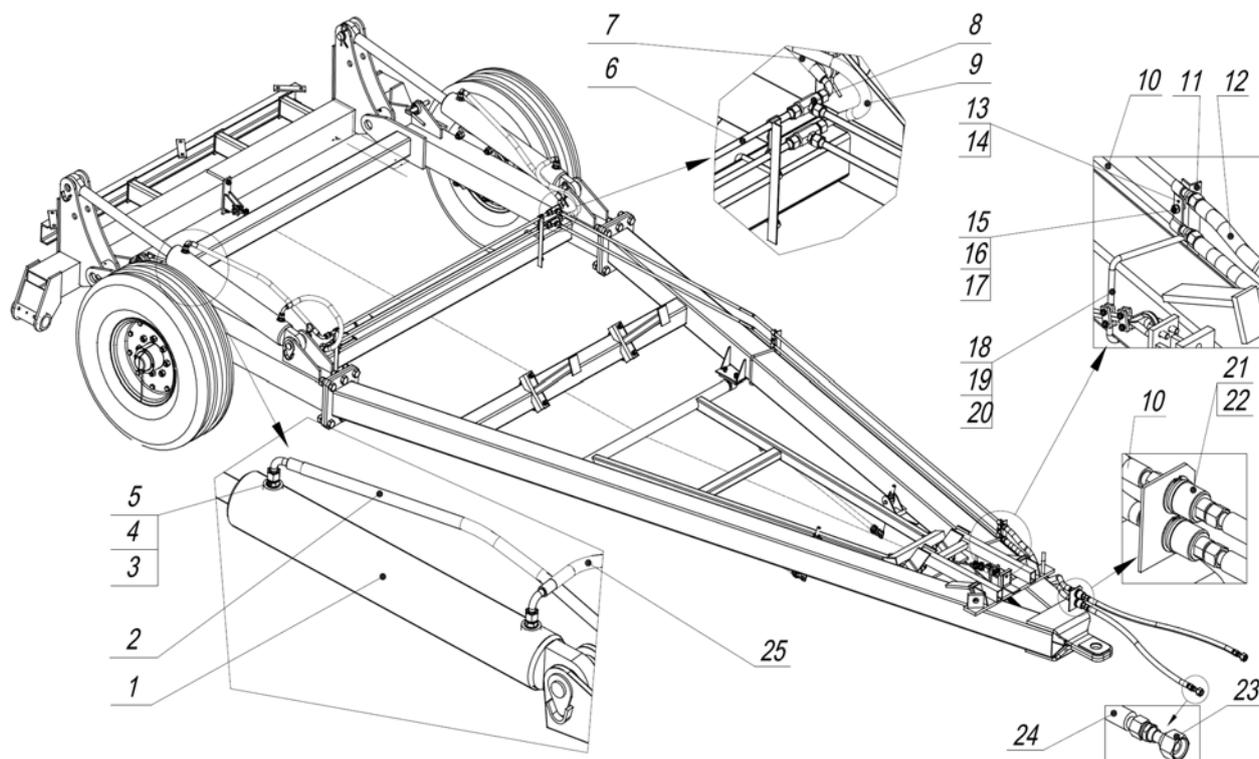

Рис.11 Гидросистема СГВ 05.000
2.1.9 Гидросистема бороны (рис.11) служит для подъема и опускания рабочих органов на развороте, а также при переводе бороны в транспортное положение. Гидросистема состоит из двух гидроцилиндров 1, соединяющих раму дышла с центральной балкой, трубопроводов 6,10, рукавов высокого 2,7,9,12,24,25 соединительной гидроарматуры, держателей 11 и болтокрепежа (для закрепления гидротрассы).